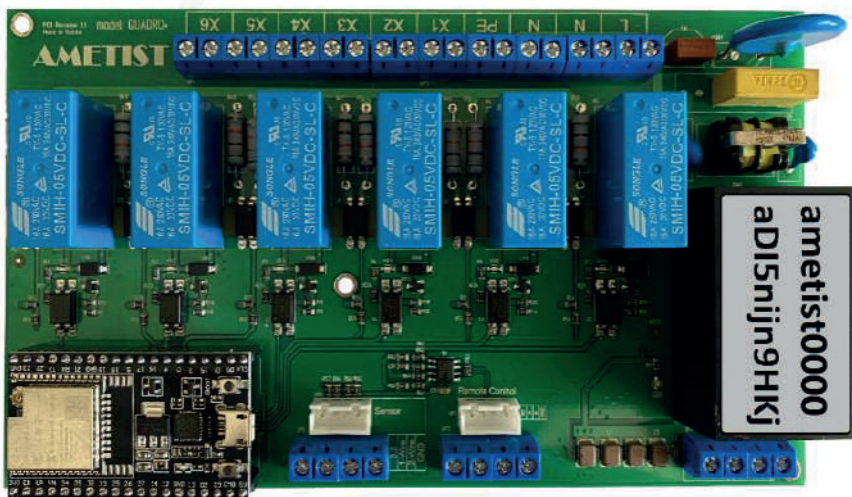

Рисунок 19. Плата управления силового блока с данными для входа в аккаунт удаленного доступа по протоколу MQTT.
- на плате силового блока (смотри рис. 19);